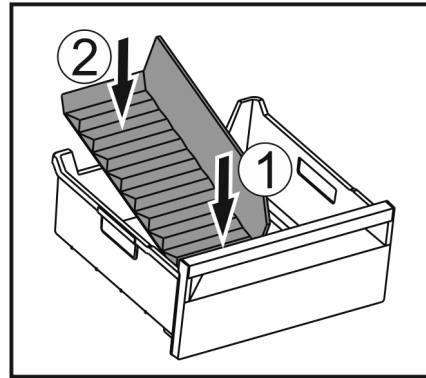

Fig. 171
- Voorste deel van de ijsvak-scheider plaatsen. Fig. 171 (1)
- Achterste deel van de ijsvak-scheider tot de bodem van de lade laten zakken. Fig. 171 (2)